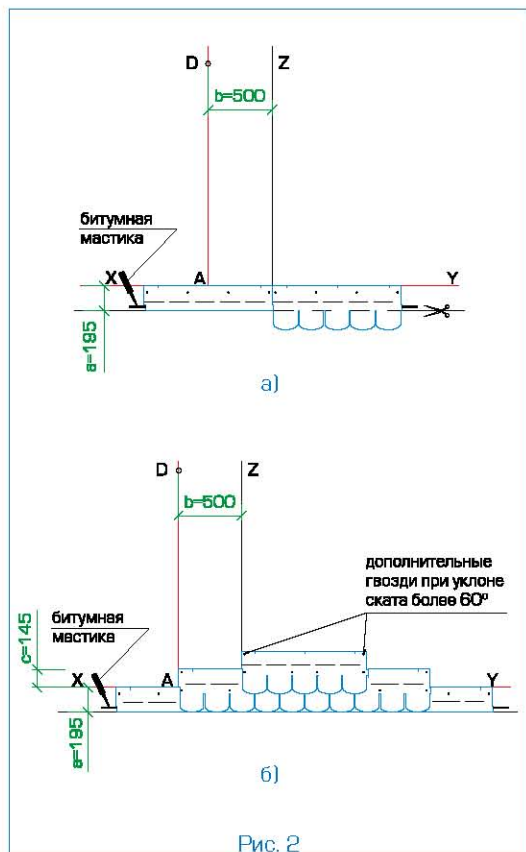

Рис. 2
Укладка материала (рис. 2)
- Начальный ряд формируется из листов черепицы АНТИК обрезанных по линии образованной конечными точками вырезов. Полученные таким образом полосы шириной 19,5 см укладываются по линии карниза в обе стороны от линии Z (рис. 2а) и фиксируются по нижнему краю битумной мастикой, а по верхней кромке 4 гвоздями (ось гвоздей на 5 см ниже верхнего края полосы);
- далее первый ряд черепицы укладывается от линии AD (рис. 2б);
- второй ряд укладывается от линии Z (со смещением 50 см от AD) (рис. 2б);